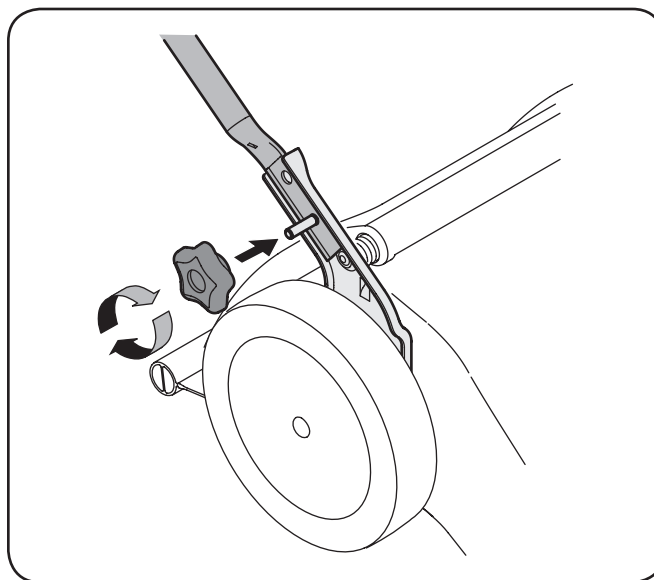

Figura 3-2
2. Vuelva a colocar y apriete las perillas manuales extraídas antes asegurando la manija inferior a los soportes de la manija, Figura 3-2.